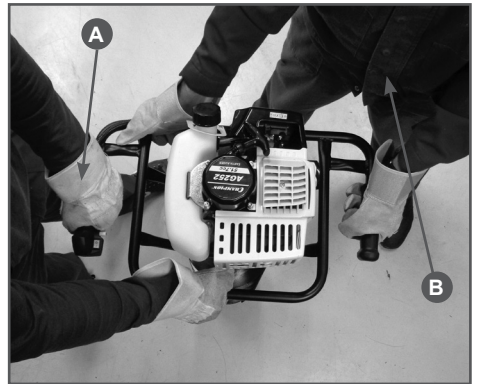

Рис.10 Положение рук при работе вдвоем
- Бурение скважин диаметром более 150 мм или глубиной более 1 м рекомендуется проводить вдвоем, силами оператора и помощника. Оператор (А) направляет мотобур (Рис. 10), удерживая его за рукоятку с рычагом газа и раму. Помощник (В) помогает ему и направляет мотобур, удерживая его за другую рукоятку и раму, находясь с противоположной стороны.